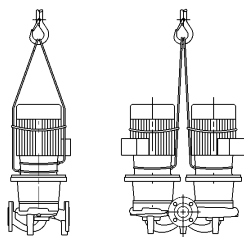

Fig. 5: Mocowanie lin transportowych
- Uchwyty transportowe umieszczone na silniku służą przy tym tylko do zamocowania zawiesi (rys. 5).